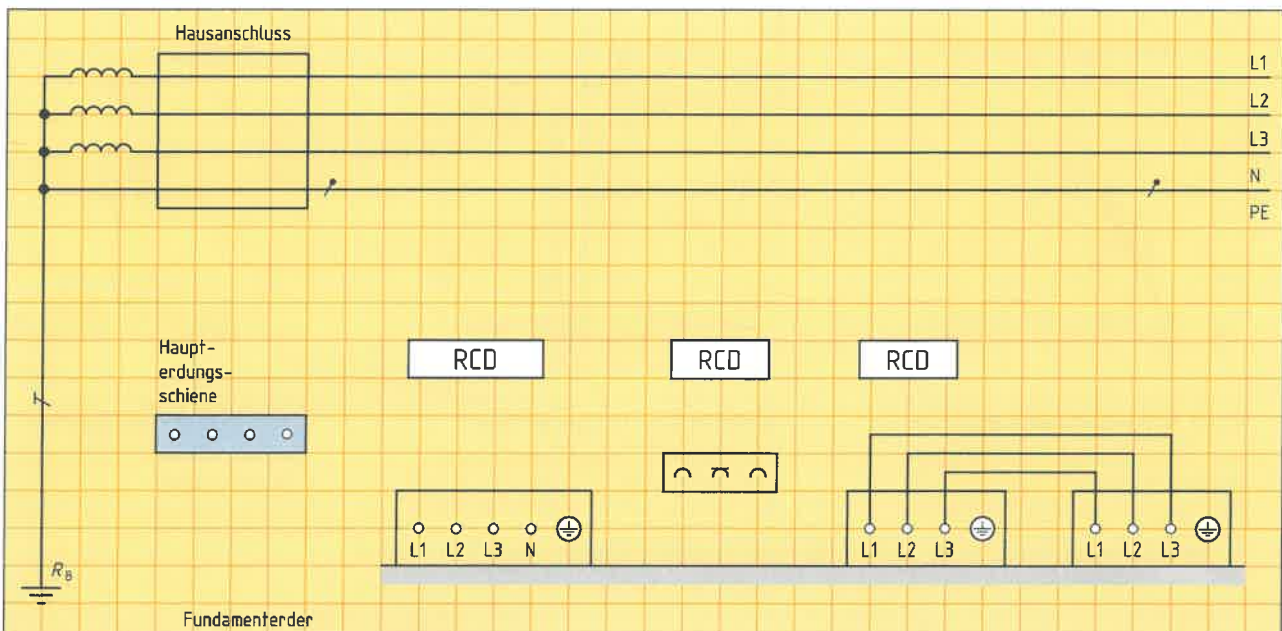

Bild 2: TT-System mit Schutzeinrichtungen
6. Ergänzen Sie im **Bild 2** für ein TT-System die fehlenden Verbindungsleitungen zu den Verbrauchern, die Schutzeinrichtungen gegen Überlastung und Kurzschluss, sowie die notwendigen Schmelzsicherungen im Hausanschlusskasten.